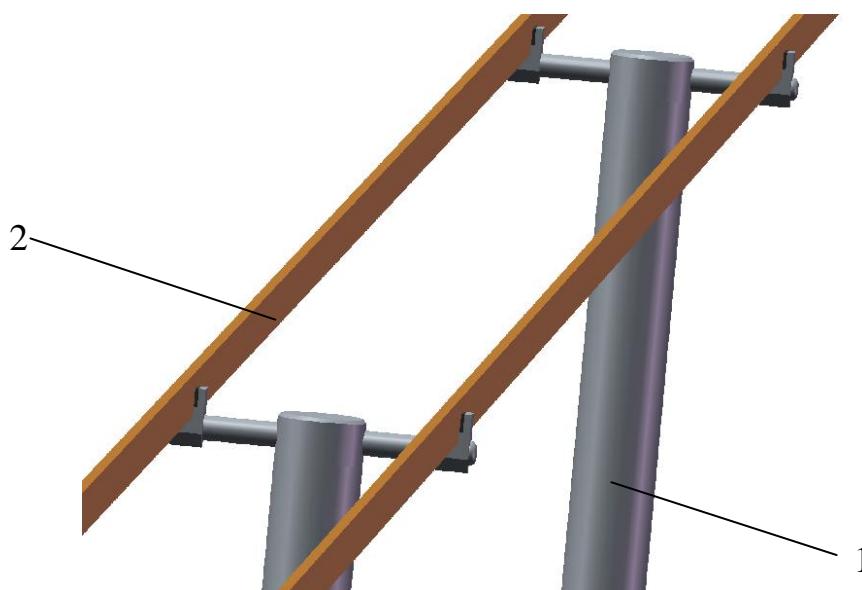

Рис. 13. Стойка.
- установить четыре стойки 1 (рис. 13) по две с каждой стороны и закрепить на них рельс-струны 2. Стойки расположить в районе стыков секций рельс-струн;